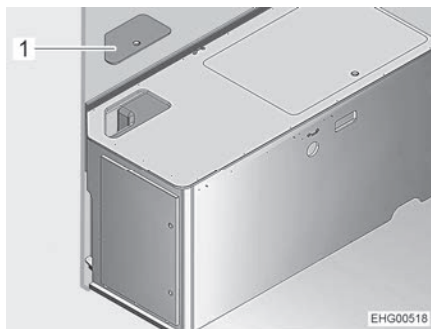

Bild 139 Bettkasten links
- Service-Deckel (Bild 139,1) abnehmen.